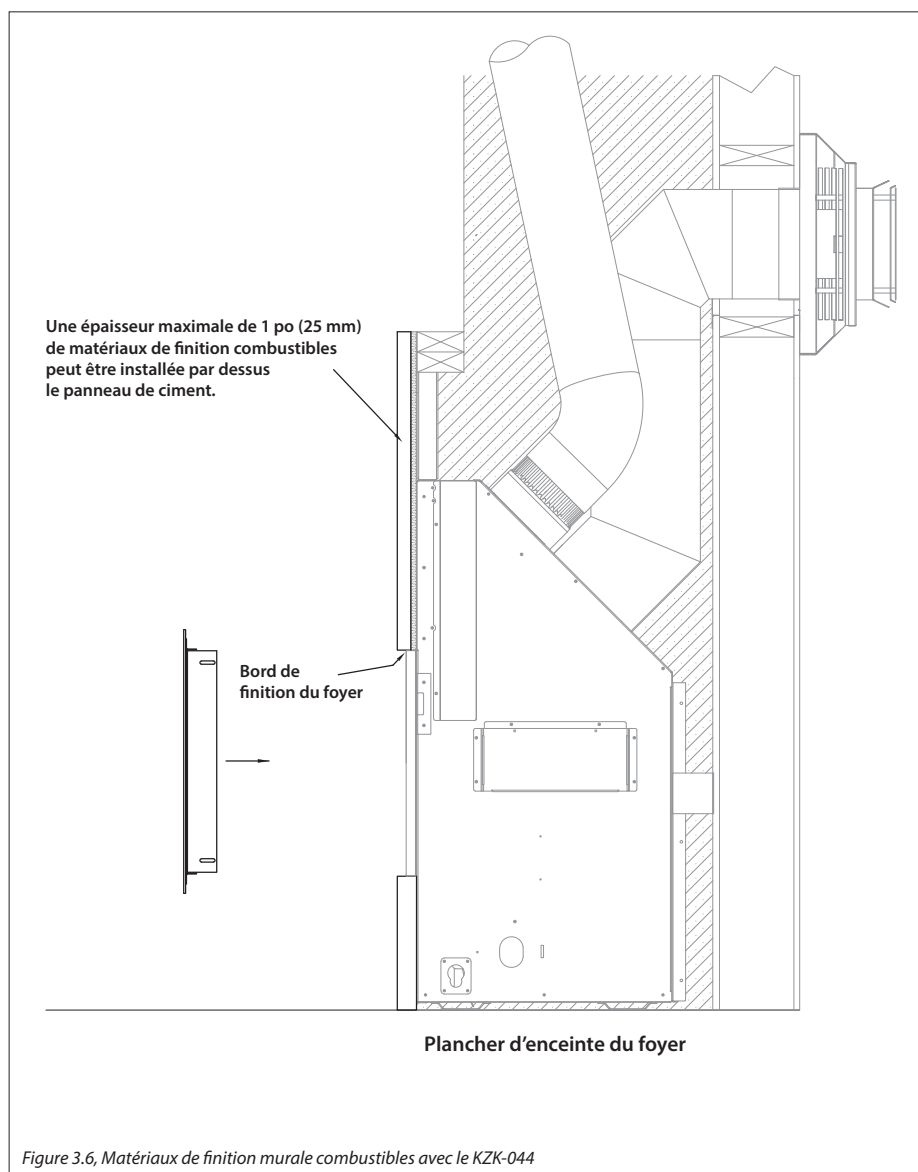

Figure 3.6, Matériaux de finition murale combustibles avec le KZK-044
- La Figure 3.6 montre l'installation de matériaux combustibles de finition murale d'une épaisseur maximale de 1 po (25 mm). Ces matériaux combustibles sont installés par dessus tous les matériaux incombustibles exigés, tels que montrés à la Figure 3.1 (page 10).